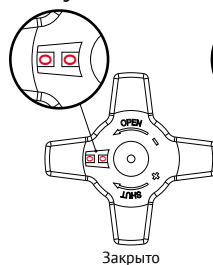

рис. 3
2. Полностью закройте клапан, значение индикатора показывает 0,0 (**см. рис.3**).